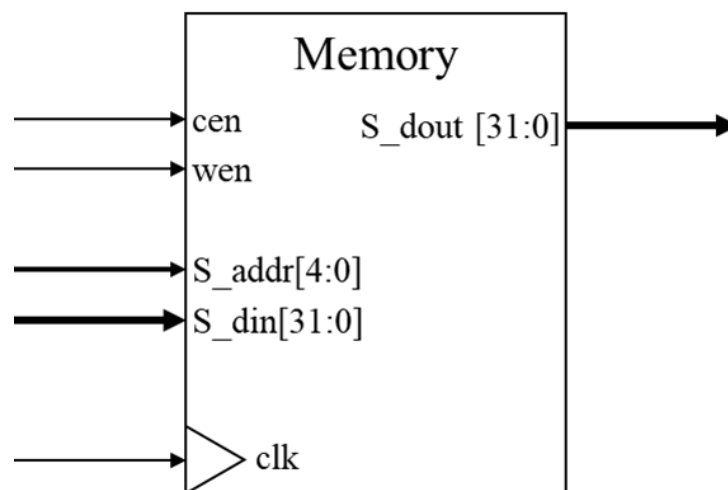

Figure 5. Schematic symbol of memory
- Figure 5 은 Memory 의 schematic symbol 로 input/output port 의 이름과 bit width 를 나타낸다.